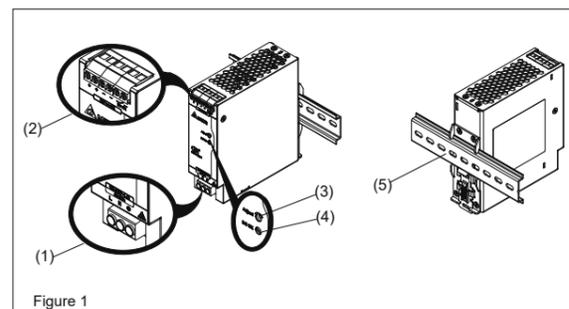

Figure 1
### 2. Device description (Fig. 1)
#### 4.1. Input connection (Fig. 1, Fig. 6)
For AC input connections, use L, N and PE connections on the input terminal connector (see Fig. 1 (1)) to establish the 100-240Vac connection. Fig. 6 shows the connection to the various network types.
#### 4.2. Output connection (Fig. 1 (2))
Use the “+” and “-” screw connections to establish the 24Vdc connection. The output provides 24Vdc. The output voltage can be adjusted from 24 to 28Vdc on the potentiometer. The green LED DC OK displays correct function of the output (Fig. 1 (4)). The device has a short circuit and overload protection and an over voltage protection limited to 35Vdc.
### 2. Description de l'appareil (Fig. 1)
### 5.1. Raccordement d'entrée (Fig. 1, Fig. 6)
Pour les connexions d'entrée CA, utilisez les raccords L, N et PE sur le connecteur de la borne d'entrée (voir Fig. 1(1)) afin d'établir la connexion 100-240 Vca. Le raccordement aux divers types de réseau est représenté à la Fig. 6.
### 4.2. Raccordement de sortie (Fig. 1 (2))
La sortie délivre un courant en 24 Vcc. La tension de sortie peut être réglée entre 24 et 28 Vcc à l'aide du potentiomètre. Le voyant DEL OK vert indique le bon fonctionnement de la sortie (Fig. 1 (4)).